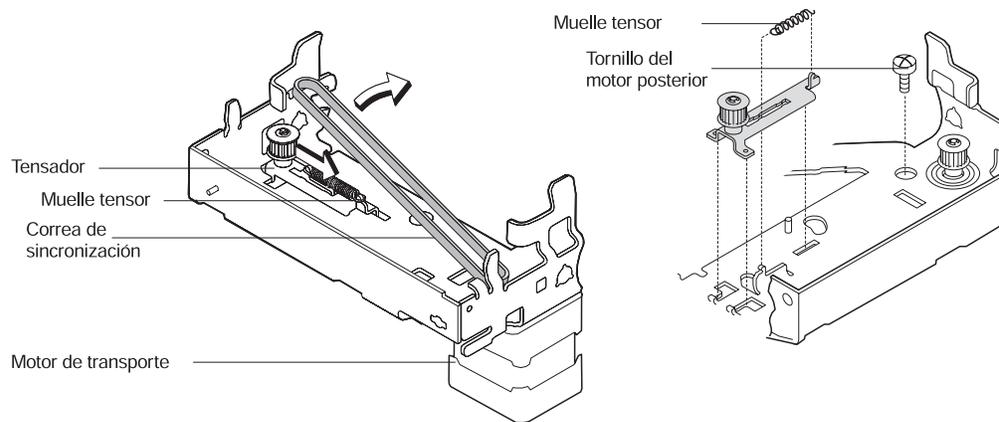
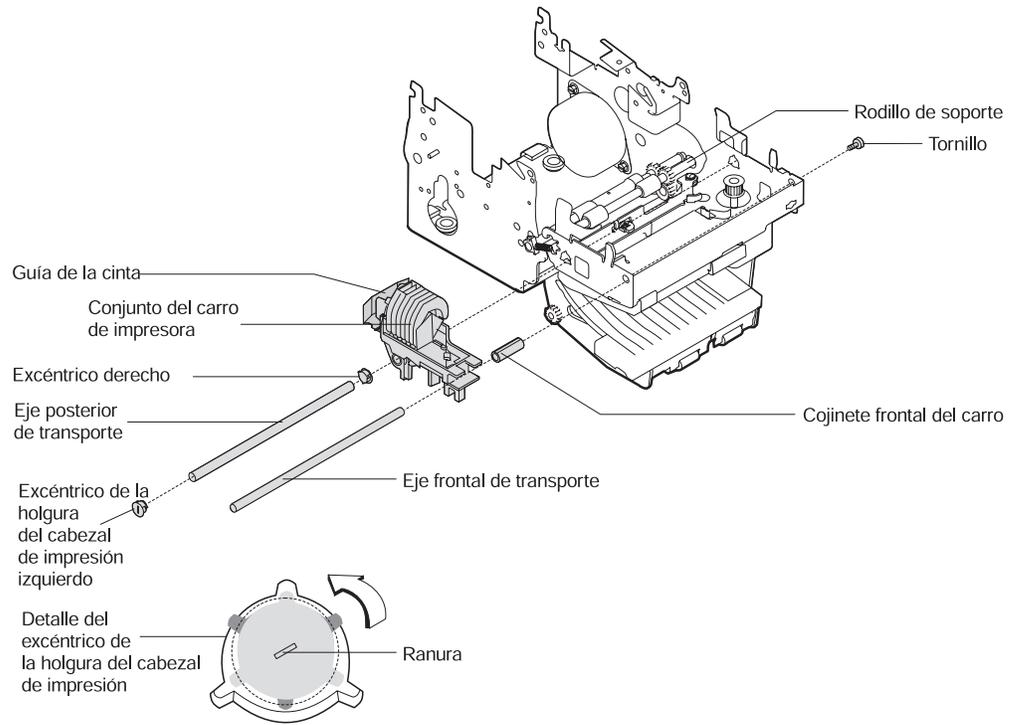

Figura 4-12. Extracción de la correa de sincronización
Figura 4-14. Extracción del conjunto del carro y de los ejes frontal o posterior de transporte
4. Empuje el **tensor** y extraiga la **correa de sincronización** de la polea del motor de transporte. Consulte la Figura 4-12 en la página 4-18.
6. Gire el **casquillo** del lado derecho del eje de transporte de la impresora en el sentido contrario a las agujas del reloj hasta que las lengüetas de bloqueo queden alineadas con las ranuras de liberación, que pueden verse en el interior del bastidor. Extraiga el **eje posterior de transporte**. Si es necesario, sustituya el **casquillo**. Consulte la Figura 4-14 en la página 4-19.
7. Extraiga el **conjunto del carro del cabezal de impresión**. Consulte la Figura 4-14 en la página 4-19.
10. Extraiga la **correa de sincronización** del **conjunto del carro del cabezal de impresión**. Consulte la Figura 4-12 en la página 4-18 y la Figura 4-14 en la página 4-19.
11. Quite el tornillo del eje frontal de transporte y extraiga dicho eje por el lado izquierdo. Consulte la Figura 4-14 en la página 4-19.
12. Extraiga el **cojinete del carro de transporte frontal**. Consulte la Figura 4-14 en la página 4-19.